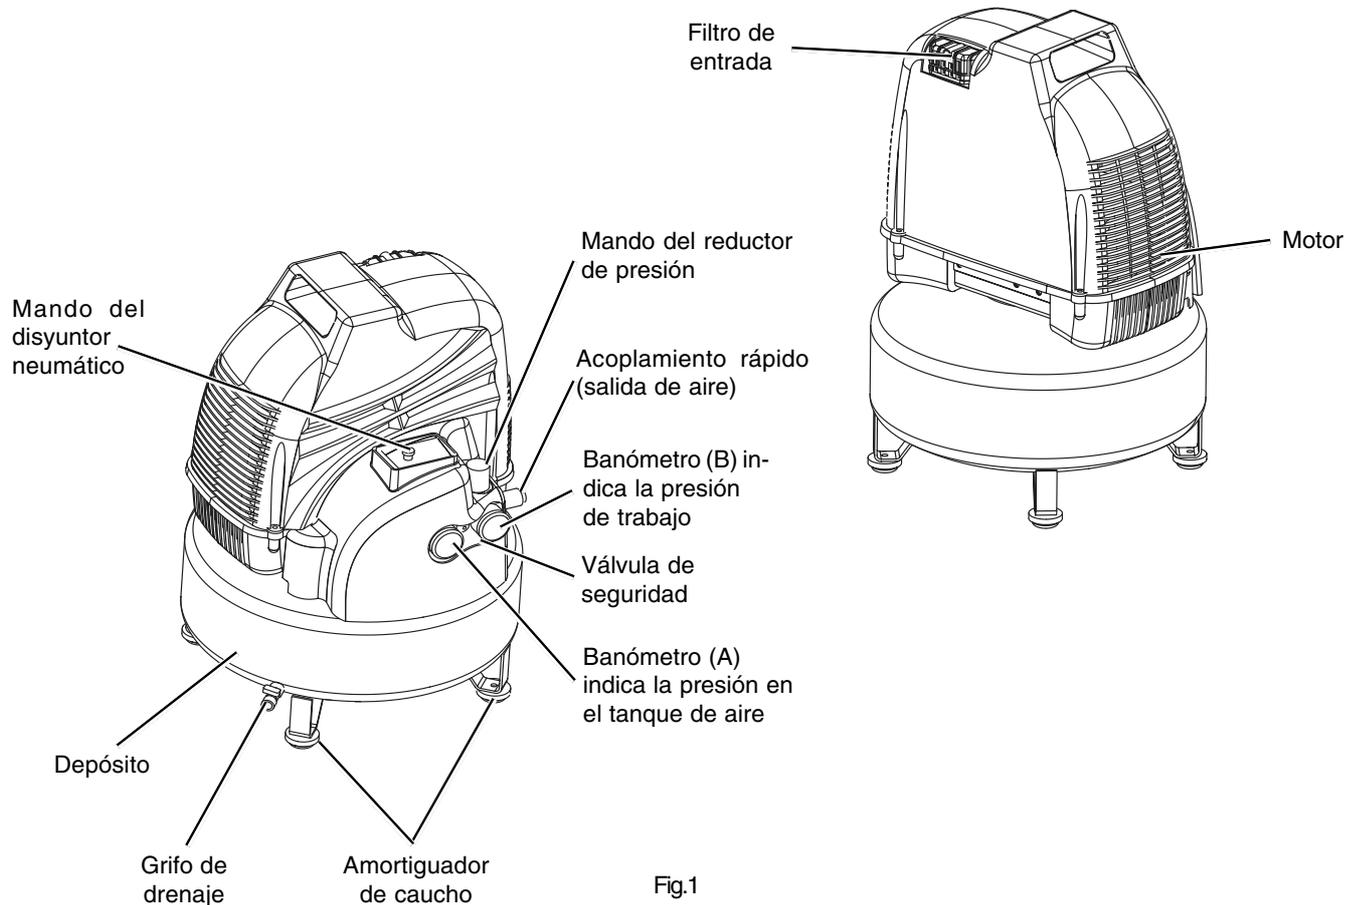
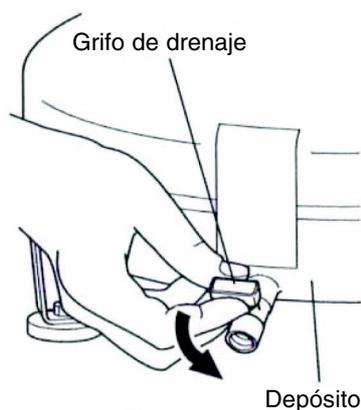
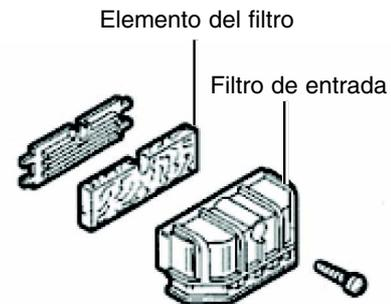

Fig.1
Fig.4
Fig.5
**NOTA:** Cuando se usa o se guarda el compresor, colocar 4 parachoques de goma debajo del piso del compresor (Consulte la Fig. 1).
- (1) Gire el mando del disyuntor neumático hasta la posición "OFF" (Consulte la Fig. 1 y la Fig. 2).
- (2) Desconecte el enchufe del tomacorriente.
- (3) Abra el grifo de drenaje situado en la parte inferior del depósito (Fig. 4).
Quite el filtro de entrada (Consulte la Fig. 1) cada 50 horas, o una vez a la semana, y limpie el interior del mismo y de su elemento con aire comprimido (Fig.5). Utilice un destornillador Philips para desmontar el filtro de entrada.
Drene el depósito diariamente, o después de 4 horas de utilización. Abra el grifo de drenaje e incline el compresor para vaciar el agua acumulada (Consulte la Fig. 4).